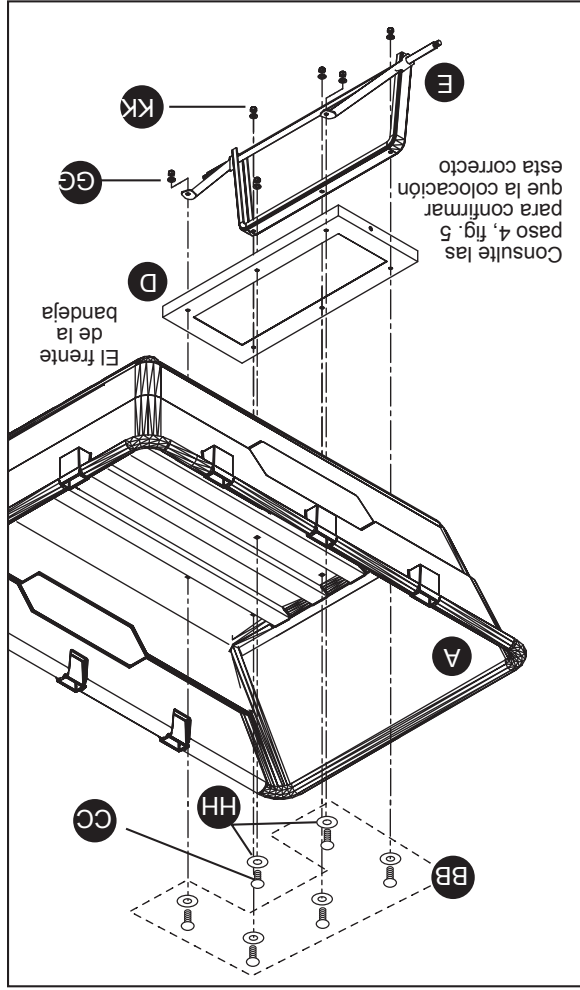

Fig. 7
5. Attach the rear axle assembly (E) with the rear struts (C) and the rear frame (D) to the tray (A) using five M8 x 38 carriage bolts (BB), one M8 x 35mm carriage bolts (CC), six M8 lock nuts (KK), six M11 washers (HH), and six M8 washers (GG), as shown in Fig. 7.
Use the one M8 x 35mm carriage bolts (CC) in the front center location of the rear frame (D), as shown in Fig. 7.
5. Fije el ensamble del eje posterior (E) con los puntales posteriores (C) y la estructura posterior (D) a la bandeja (A) con pernos cabeza de hongo M8 x 35 mm (CC), un perno cabeza de hongo M8 x 38 mm (BB), seis arandelas M8 (GG), y seis arandelas M11 (HH), seis arandelas M11 (KK), seis contracercas M8 (CC), seis contracercas M8 (GG), y seis arandelas M8 (GG), como se muestra en la Fig. 7.
Use el perno cabeza de hongo M8 x 35 mm (CC) en la parte delantera de la estructura posterior (D), como se muestra en la Fig. 7.